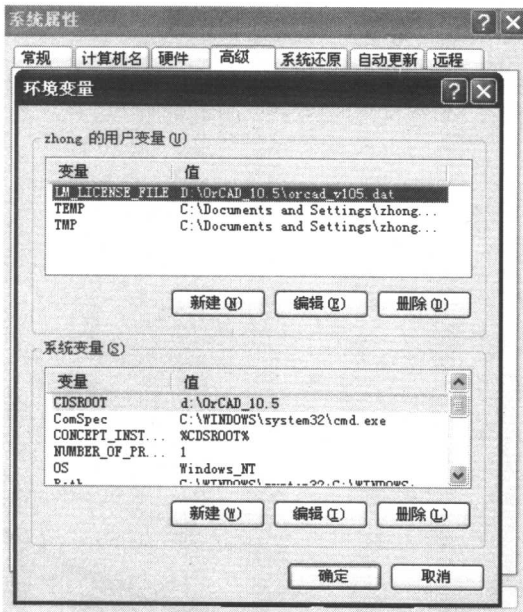
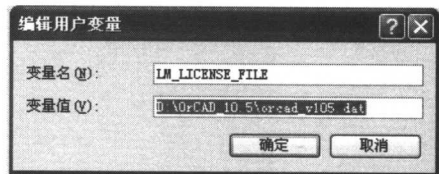

图 1.2.20 环境变量对话框
图 1.2.21 用户变量编辑界面
③单击“环境变量”按钮,弹出如图 1.2.20 所示的环境变量对话框;
④在图 1.2.20 所示的环境变量对话框中单击“编辑”按钮,弹出如图 1.2.21 所示用户环境变量编辑对话框,输入环境变量,如 D:\OrCAD_10.5\OrCAD_v105. dat;